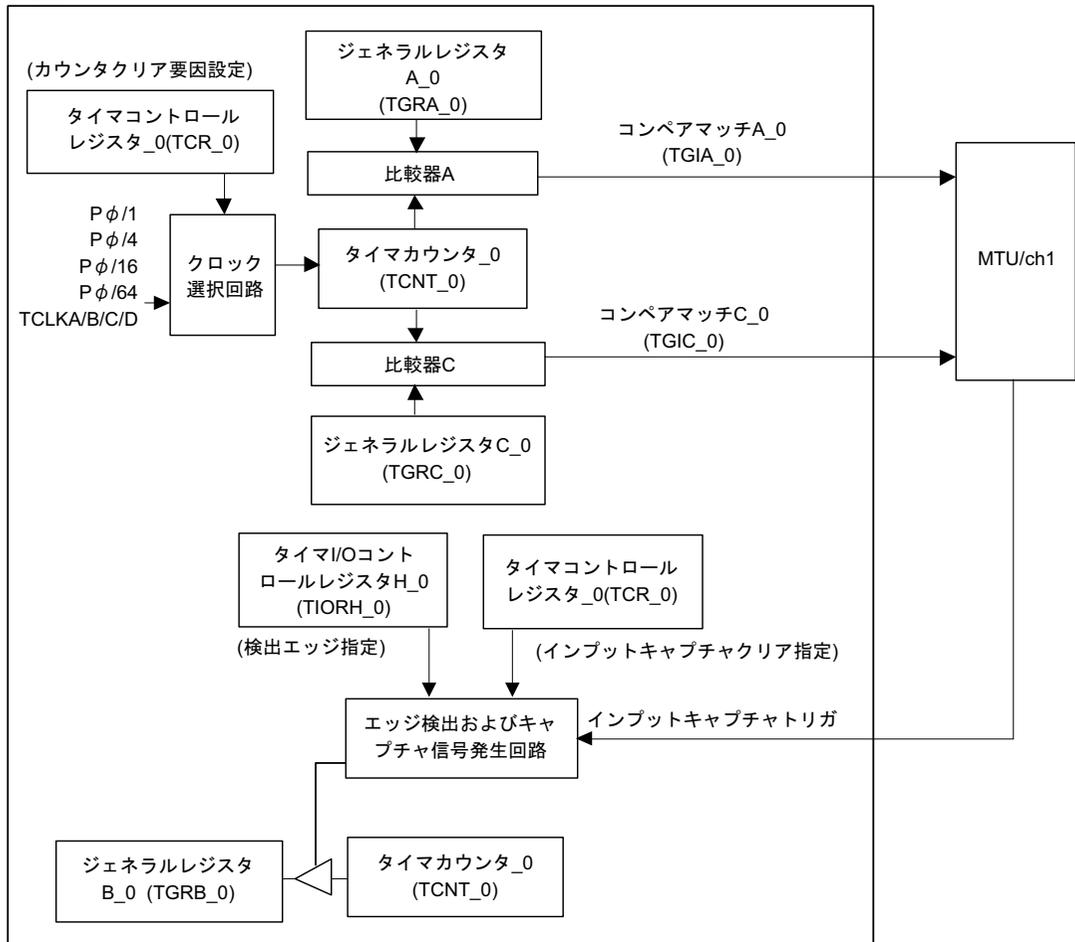

図 2.24 MTU/ch0 ブロック図
- (a) 図2.24にch0のブロック図を示します。ch0では、以下の機能を使用して測定時間ごとにch1のインプットキャプチャのトリガを出力します。ch1はインプットキャプチャ信号入力時にTCNT\_1の値を測定します。